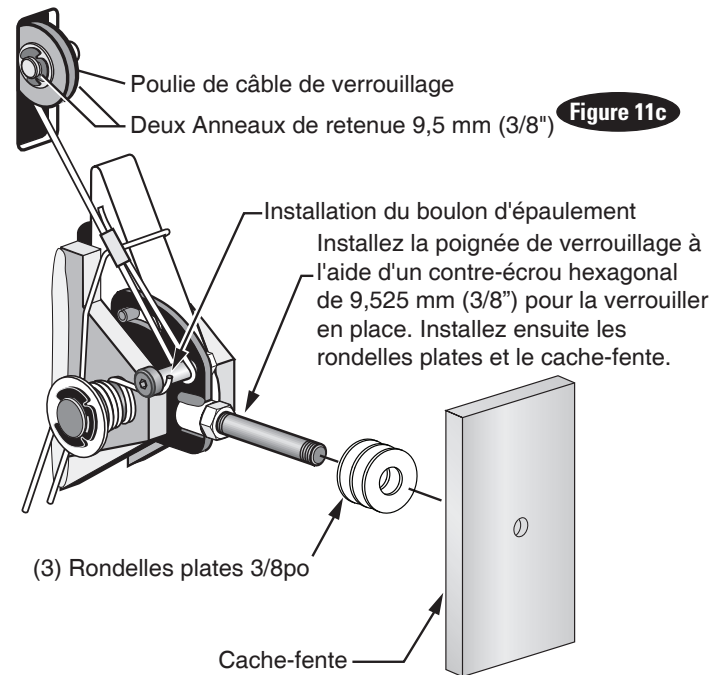

Figure 11c
- A) Installez la poulie du câble de verrouillage et les anneaux de retenue dans la fente supérieure de la colonne de l'unité d'alimentation comme illustré, Figure 11c.
- B) Glissez l'extrémité de la boucle du câble sur l'extrémité de la vis à épaulement sur la plaque de fixation latérale droit, Figure 11c.
- C) Faites passer l'autre extrémité du câble à travers la fente de la poulie du câble de verrouillage en vous assurant que le câble passe sous le côté inférieur de la poulie du câble de verrouillage et à l'intérieur de la colonne de droite, Figure 11c.
verrou de la colonne de droite Figure 11c et Figure 14. Installez la poignée à loquet, Figure 14.